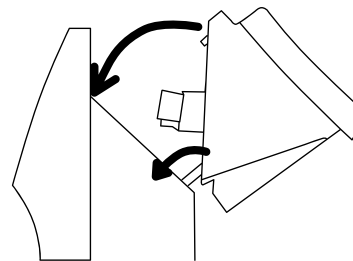

Рис. 4
2. Вставьте разъем электроподключения («папа») на блоке управления в соответствующий разъем («мама») на конвекторе. Обратите внимание, что он может быть вставлен только в одном положении, когда специальная защелка находится справа. Убедитесь, что соединение надежное и разъем блока управления полностью закреплен в конвекторе. Если разъем вставлен до конца, то должен раздаваться щелчок (рис. 4).